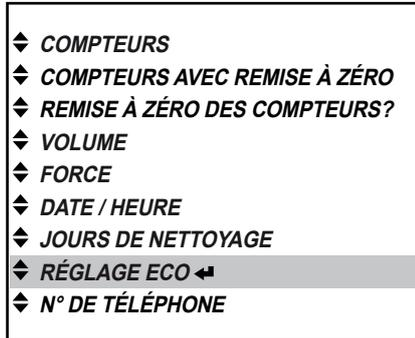

Fig. 61
- Appuyez sur la touche d'entrée ◀, pour afficher le menu « RÉGLAGE ECO » (fig. 61).